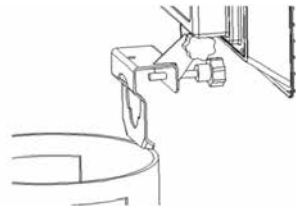

Figure 2
- Montez le support de fixation du chauffage à la bouteille de gaz. (Voir figure 2.)